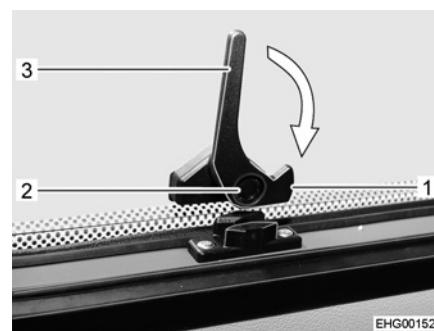

Bild 26 Verriegelungshebel, unten (Stellung "geöffnet")
- Sicherungsknopf (Bild 26,2) am unteren Verriegelungshebel (Bild 26,3) drücken und gedrückt halten.
- Unteren Verriegelungshebel (Bild 26,3) eine viertel Umdrehung zum Fensterrahmen hin drehen, bis die Verriegelungsnase (Bild 26,1) einrastet.